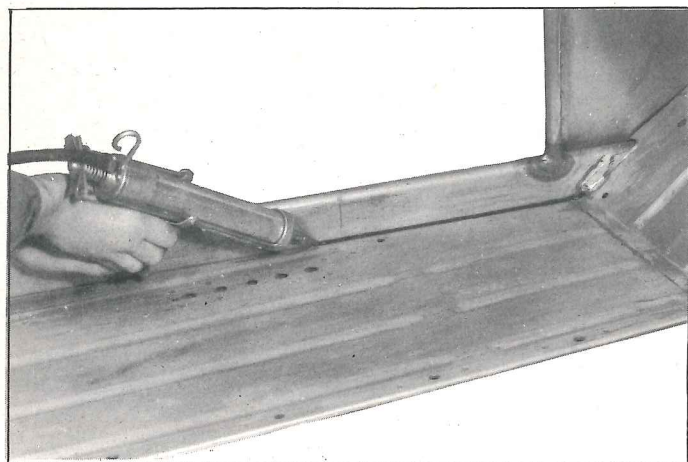

Fig. 3
5. Déposer un cordon de mastic (fig. 3).